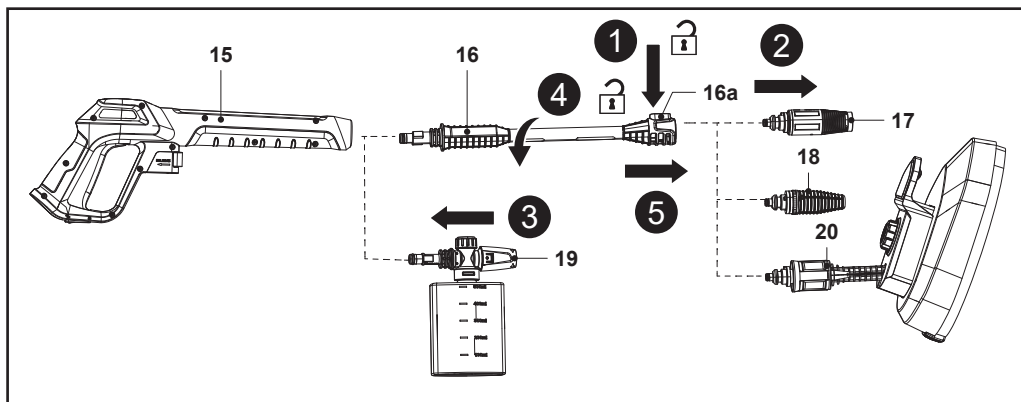

Fig. 4
**i** **NOTA:** Quando dois componentes estão corretamente ligados, não podem ser separados puxando-os diretamente. Todos os acessórios da pistola de pulverização (15) devem ser inseridos na pistola para uma utilização adequada.
4. Para desconectar o bocal, prima o botão de bloqueio (16a), mantendo-o no lugar e, em seguida, puxe o bocal montado para fora (Fig. 4, passos 1, 2). Volte a instalar o bocal necessário.